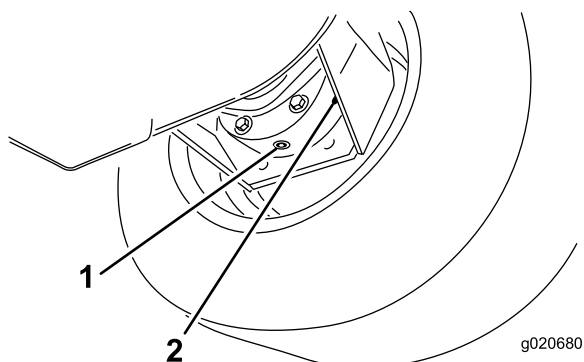

Рисунок 60
3. Подставьте поддон под корпус тормоза, снимите пробку сливного отверстия и дайте маслу стечь (Рисунок 60).